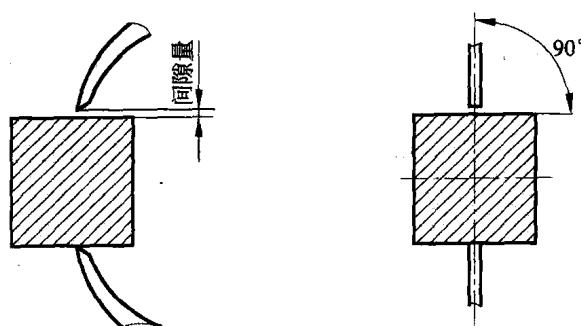

图 2-9 外卡钳间隙法测量
① 间隙估测法(简称间隙法)。通过目测估计间隙尺寸量值的测量方法称为间隙估测法。当对工件进行粗测量时,可采用“间隙法”来进行估测,其具体操作方法如图 2-9 所示,先将外卡钳调至一定尺寸,再将一钳脚测量面抵住工件基准面,然后观察另外一钳脚测量面与被测表面的间隙量并估计出尺寸量值。
② 感觉估测法(简称感觉法)。通过手来感觉两钳脚测量面与工件表面接触的松紧程度来估计尺寸量值的测量方法称为感觉估测法。当对工件进行精测量时,可采用“感觉法”进行估测。其具体操作方法是:先对外卡钳测量面的开度尺寸进行微调,将外卡钳的一钳脚测量面始终抵住工件基准面,另外一钳脚测量面在工件表面作幅度很小的左右摆